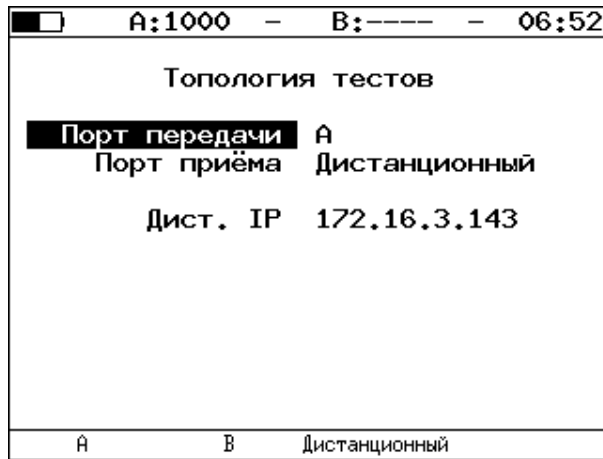

Рисунок 10.9. Экран «Топология тестов»
5. На локальном приборе перейти в меню «Y.1564» ⇒ «Настройки» ⇒ «Топология тестов» (см. рис. 10.9). Выбрать: